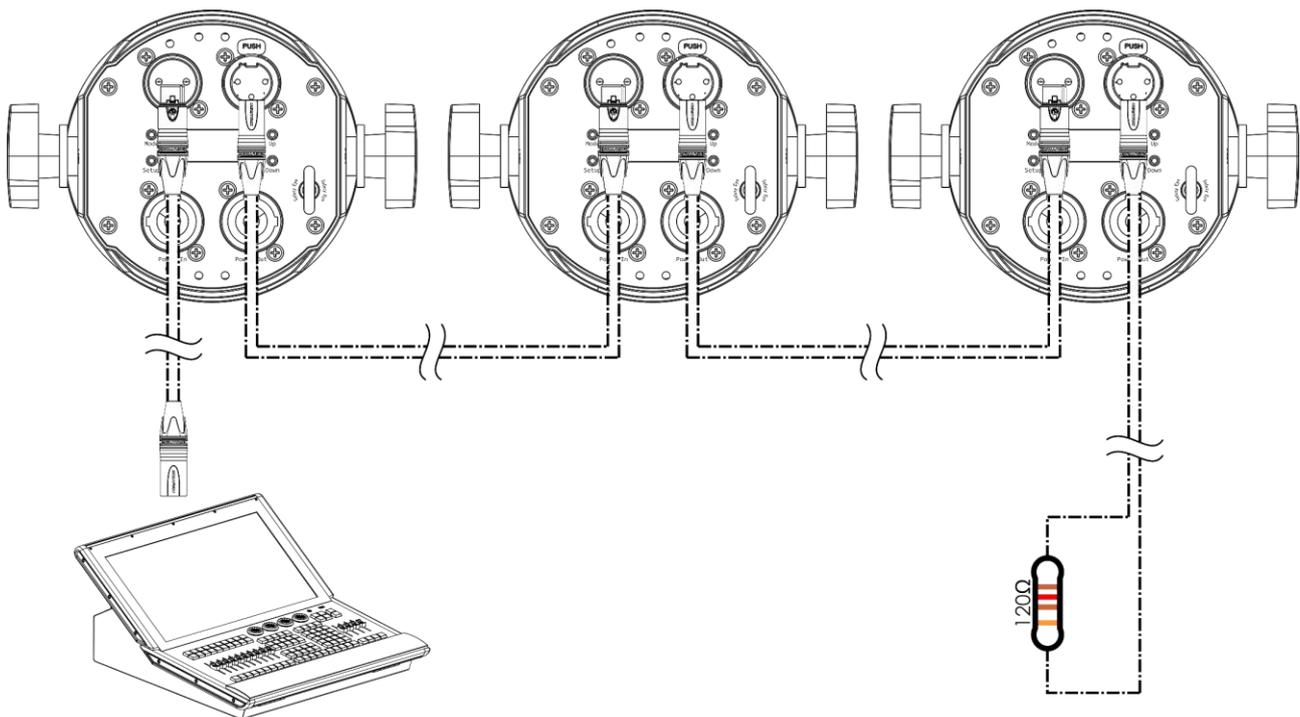

Abb. 10
- 03) Wiederholen Sie Schritt 2, um alle Geräte in einer Verkettung zu verbinden, wie in Abb. 10 gezeigt.